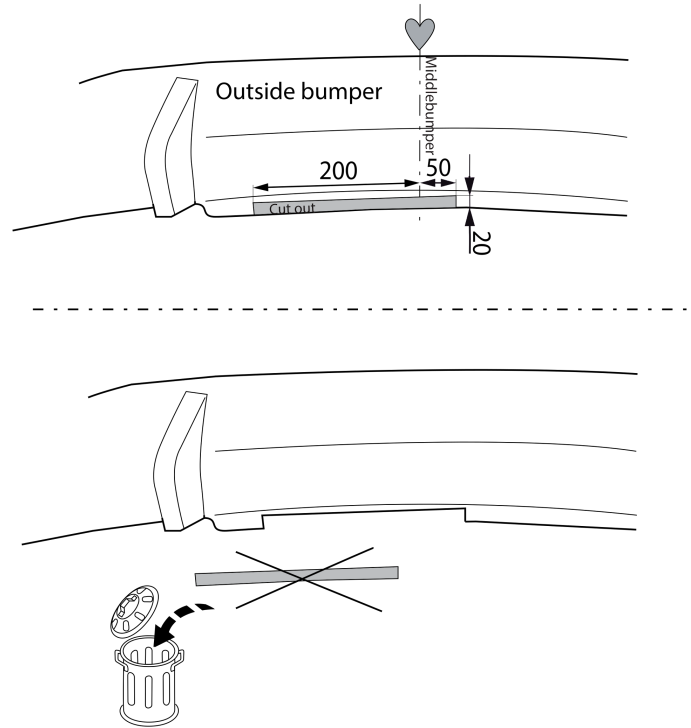

Fig. 4
12. Выпилить часть из бампера в середине снизу, как указано на рис. 4 & 5 & 6.